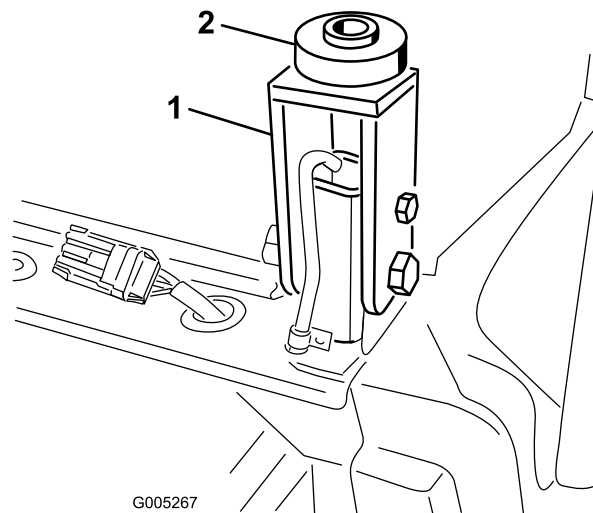

**Рисунок 111**
34. Отрегулируйте напольный домкрат или наклоните кабину руками так, чтобы установить болты (3/4 дюйма) с каждой стороны (Рисунок 111).